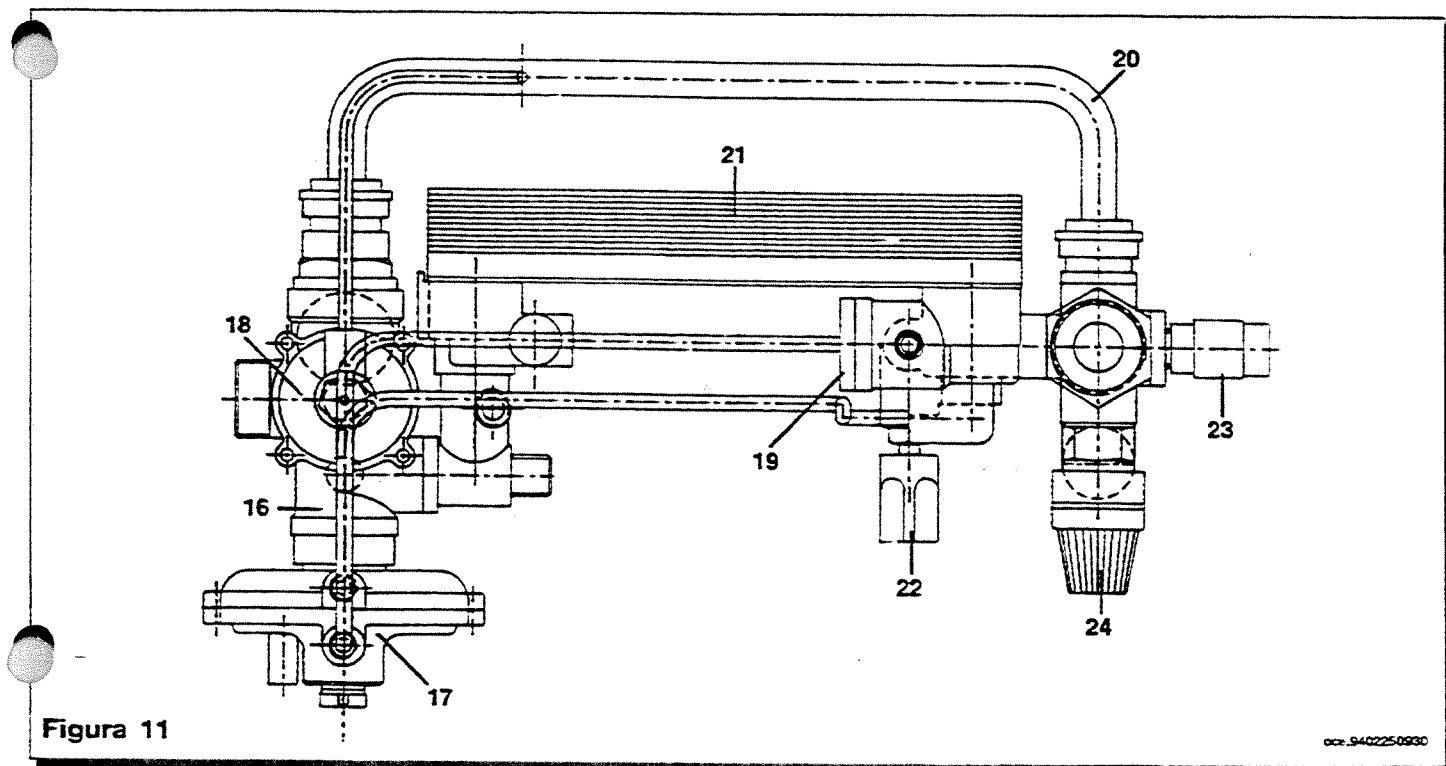

Figura 11
- * svuotare l'impianto, se possibile limitatamente alla caldaia, mediante l'apposito rubinetto di scarico (23 figura 11 a pag. 27);
- * togliere i due tubetti di collegamento (figura 11 a pagina 27) tra il gruppo precedenza sanitario (17) ed il sensore di flusso (19);